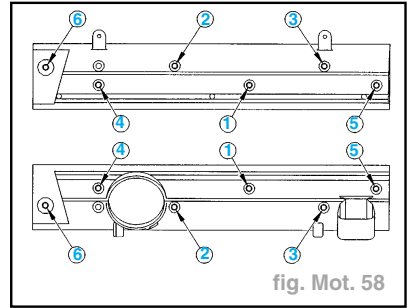

fig. Mot. 58
- En suivant l'ordre indiqué : serrer les vis à **1 daN.m** (fig. Mot. 58).